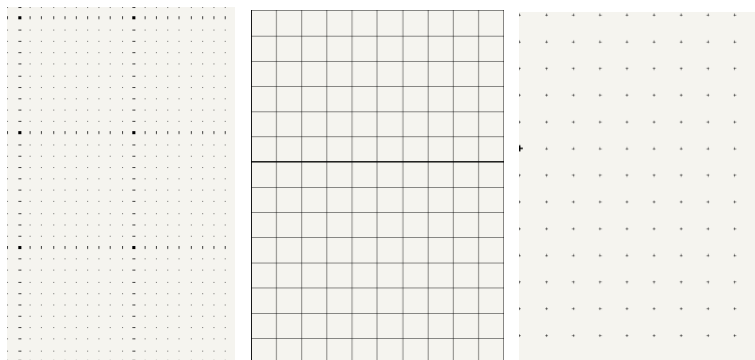

图 5-2 三种栅格显示效果
(1) 栅格样式：软件提供给用户三种样式的栅格分别是点状栅格、线状栅格、小十字栅格，显示效果如图 5-2 所示。